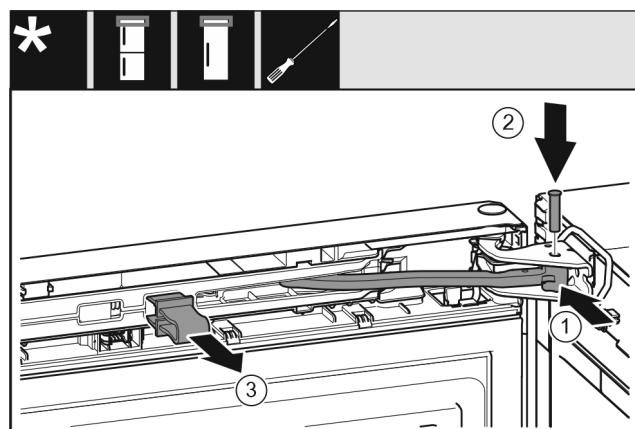

Fig. 23
- ▶ 将铰链转入托架。Fig. 23 (1)
- ▶ 将螺栓插入托架和铰链。同时注意止动凸轮需正确地位于凹槽中。Fig. 23 (2)
- ▶ 取下保险装置。Fig. 23 (3)